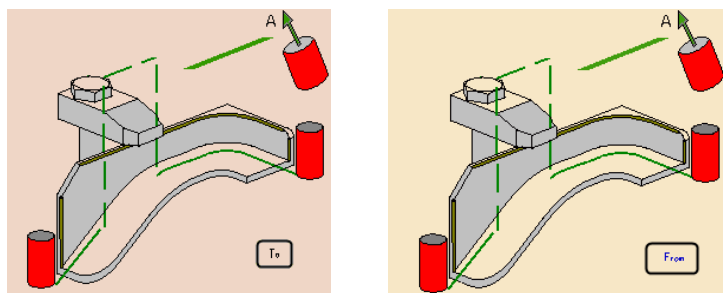

图 4-72 反转刀轴方向 (1)
- 反转刀轴方向（1）。单击“To”，将“To”改变成“From”，反转刀轴方向如图4-72所示。